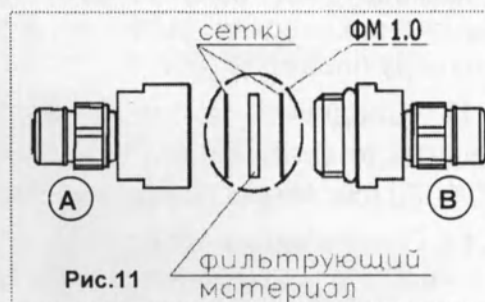

Рис.11
• **очистка или замена** фильтрующих элементов фильтра **ФВ** – отсоединить фильтр от шлангов и раскрутить его корпус (рис.11), аккуратно вынуть все фильтрующие элементы и продуть (не повредив) их сжатым воздухом, или заменить новыми из ремкомплекта **ФМ** (поставка по дополнительной заявке). Фитинг **А** подключается к выходу пневмораспределителя (22, рис. 2);